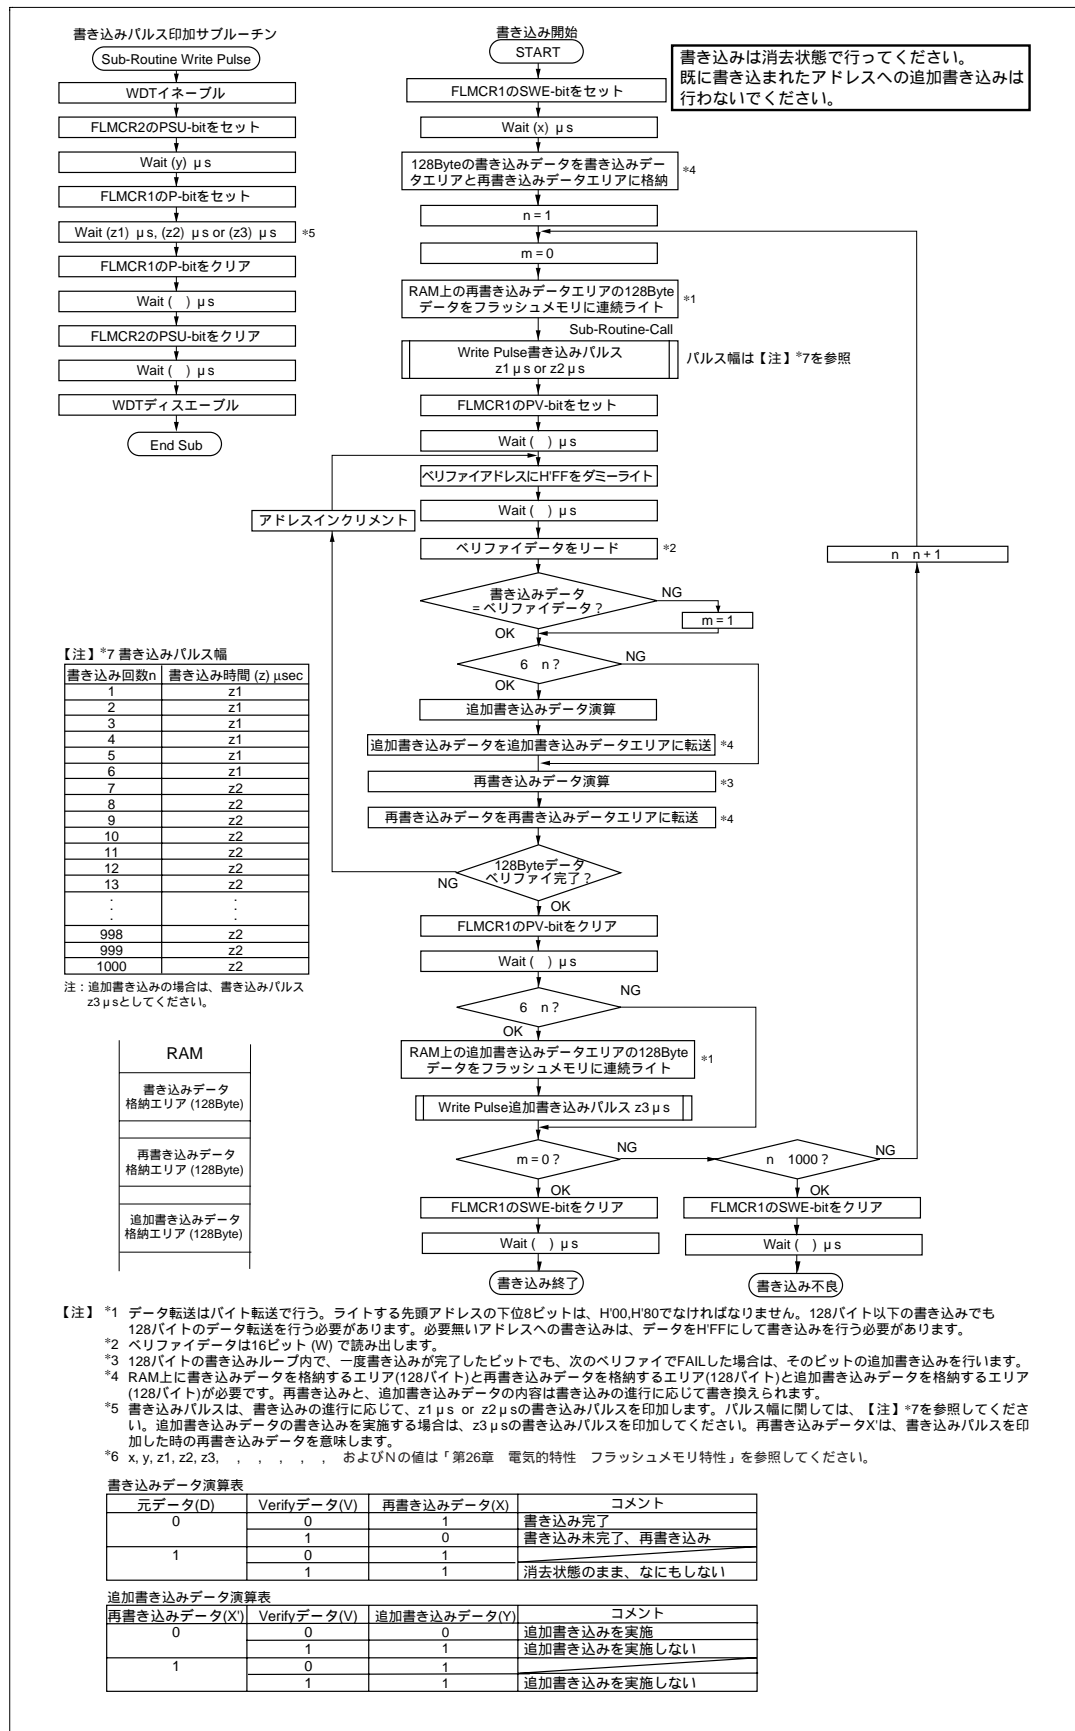

図 23.12 プログラム / プログラムペリファイフロー
フラッシュメモリへのデータ / プログラムの書き込みは、図 23.12 に示すプログラム / プログラムベリファイフローチャートにしたがって行ってください。このフローチャートに沿って書き込み動作を行えば、デバイスへの電圧ストレスやプログラムデータの信頼性を損なうことなく、フラッシュメモリへデータ / プログラムの書き込みを行うことができます。また、1 回の書き込みは、128 バイト単位で行ってください。
一定の書き込み時間経過後、書き込みモードを解除（FLMCR1のPビットを0にクリア後、 $() \mu s$ 以上の時間が経過してからFLMCR2のPSUビットを0にクリア）します。次に、ウォッチドッグタイマを $() \mu s$ 以上の時間が経過してから解除し、FLMCR1のPVビットをセットすることで、動作モードはプログラムベリファイモードへ遷移します。プログラムベリファイモードでは、リードする前にリードするアドレスにデータH'FFをダミーライトしてください。ダミーライトは $() \mu s$ 以上の時間が経過してから行ってください。この状態でフラッシュメモリをリード（ベリファイデータは16ビットで読み出す）するとラッチしたアドレスのデータが読み出されます。このリード動作は、ダミーライト後、 $() \mu s$ 以上おいてから行ってください。次に書き込みデータとベリファイデータを比較し、再書き込みデータを演算（図23.12参照）し、再書き込みデータを再書き込みデータエリアに転送します。128バイト分のデータのベリファイが完了後、プログラムベリファイモードを解除し、 $() \mu s$ 以上の待機時間をおいてください。このとき、書き込み回数が6回以内であれば、書き込むアドレスにRAM上の追加書き込みデータエリアの128バイトのデータを連続ライトし追加書き込みを行います。そして、FLMCR1のSWEビットを0にクリアした後、 $() \mu s$ 以上の待機時間をおいてください。再度書き込みが必要な場合は、再度プログラムモードに設定し、同様にプログラム/プログラムベリファイシーケンスを繰り返してください。ただし、同一ビットに対するプログラム/プログラムベリファイシーケンスの繰り返しは、 (N) 回を超えないようにしてください。